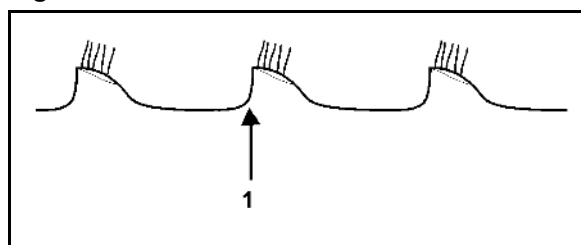

Fig. 50
Para ello hay 6 ranuras disponibles (Fig. 50).
3. Soltar el pasador clavija (Fig. 50/1).
4. Insertar el bulón excéntrico (Fig. 50/2) en la ranura de inserción correspondiente.
- La posición preferida de acople con clavija está marcada con una flecha (Fig. 50/3).